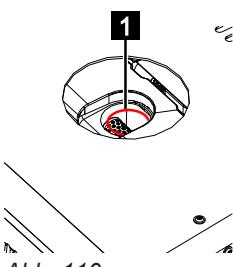

Abb. 110
5. Kraftstofftank maximal bis zur angegeben Füllstandshöhe (Abb.110/1) befüllen.